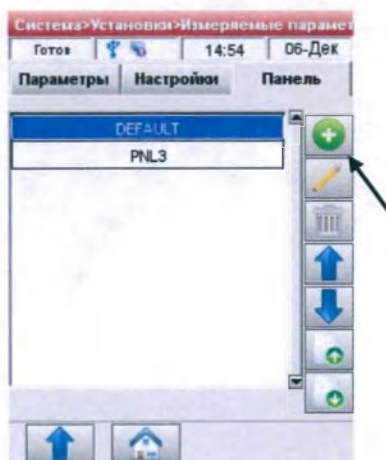

Рис.3-25 Добавить панель
4. В меню **<Измеряемые параметры>** (Рис.3-25), выберите таблицу **<Панель>**.